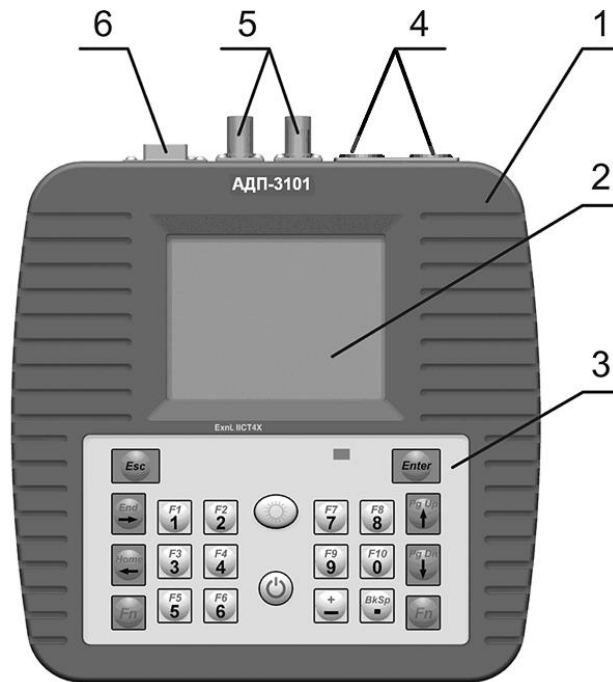
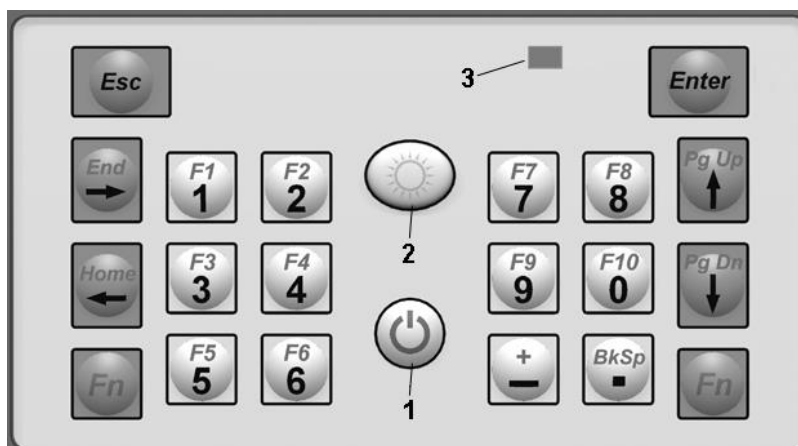

Рис.2. Фронтальный вид прибора:
Рис.4. Клавиатура управления прибором АДП-3101:
Рис.2а. Вид торцевой поверхности прибора с разъемами подключения:
4,5,6- см. рис.2; 7- разъем подключения кабеля USB для связи с компьютером; 8- разъем подключения зарядного устройства; 9- верхняя крышка прибора; 10- нижняя крышка прибора.
Рис. 2б. Вид задней поверхности прибора:
Перед включением прибора включите тумблер (1) см. рис. 2б, переведя его в положение ВКЛ (см. рис.2б). Включение питания прибора осуществляется непосредственно перед измерениями клавишей (2) см. рис.4.
ВНИМАНИЕ! При хранении прибора более 3-4 дней нужно отключить аккумуляторный блок тумблером (1) на задней крышке прибора (см. рис.2б).
4.3.2.2 После первичной зарядки прибор АДП-3101 готов к работе. Для включения питания перевести тумблер питания на задней крышке прибора (см. рис. 2б) в положение «ВКЛ.». **Включение прибора осуществляется клавишей (2), выключение - клавишей (1), см. рис.4.**